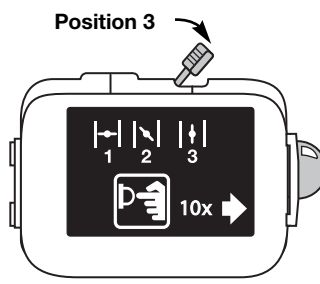

Fig. 15
10. Placez le levier d'étranglement en **position 3** (Fig. 15). La machine est prête à être utilisée.